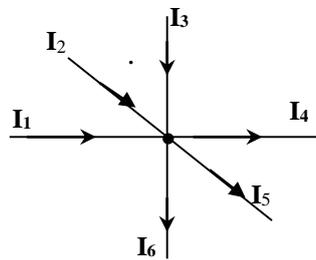

Figure 1 : Courants électriques formant un nœud.
La relation (4) exprime la somme des intensités des courants entrants est égale à la somme des intensités des courants sortants (Figure 1).